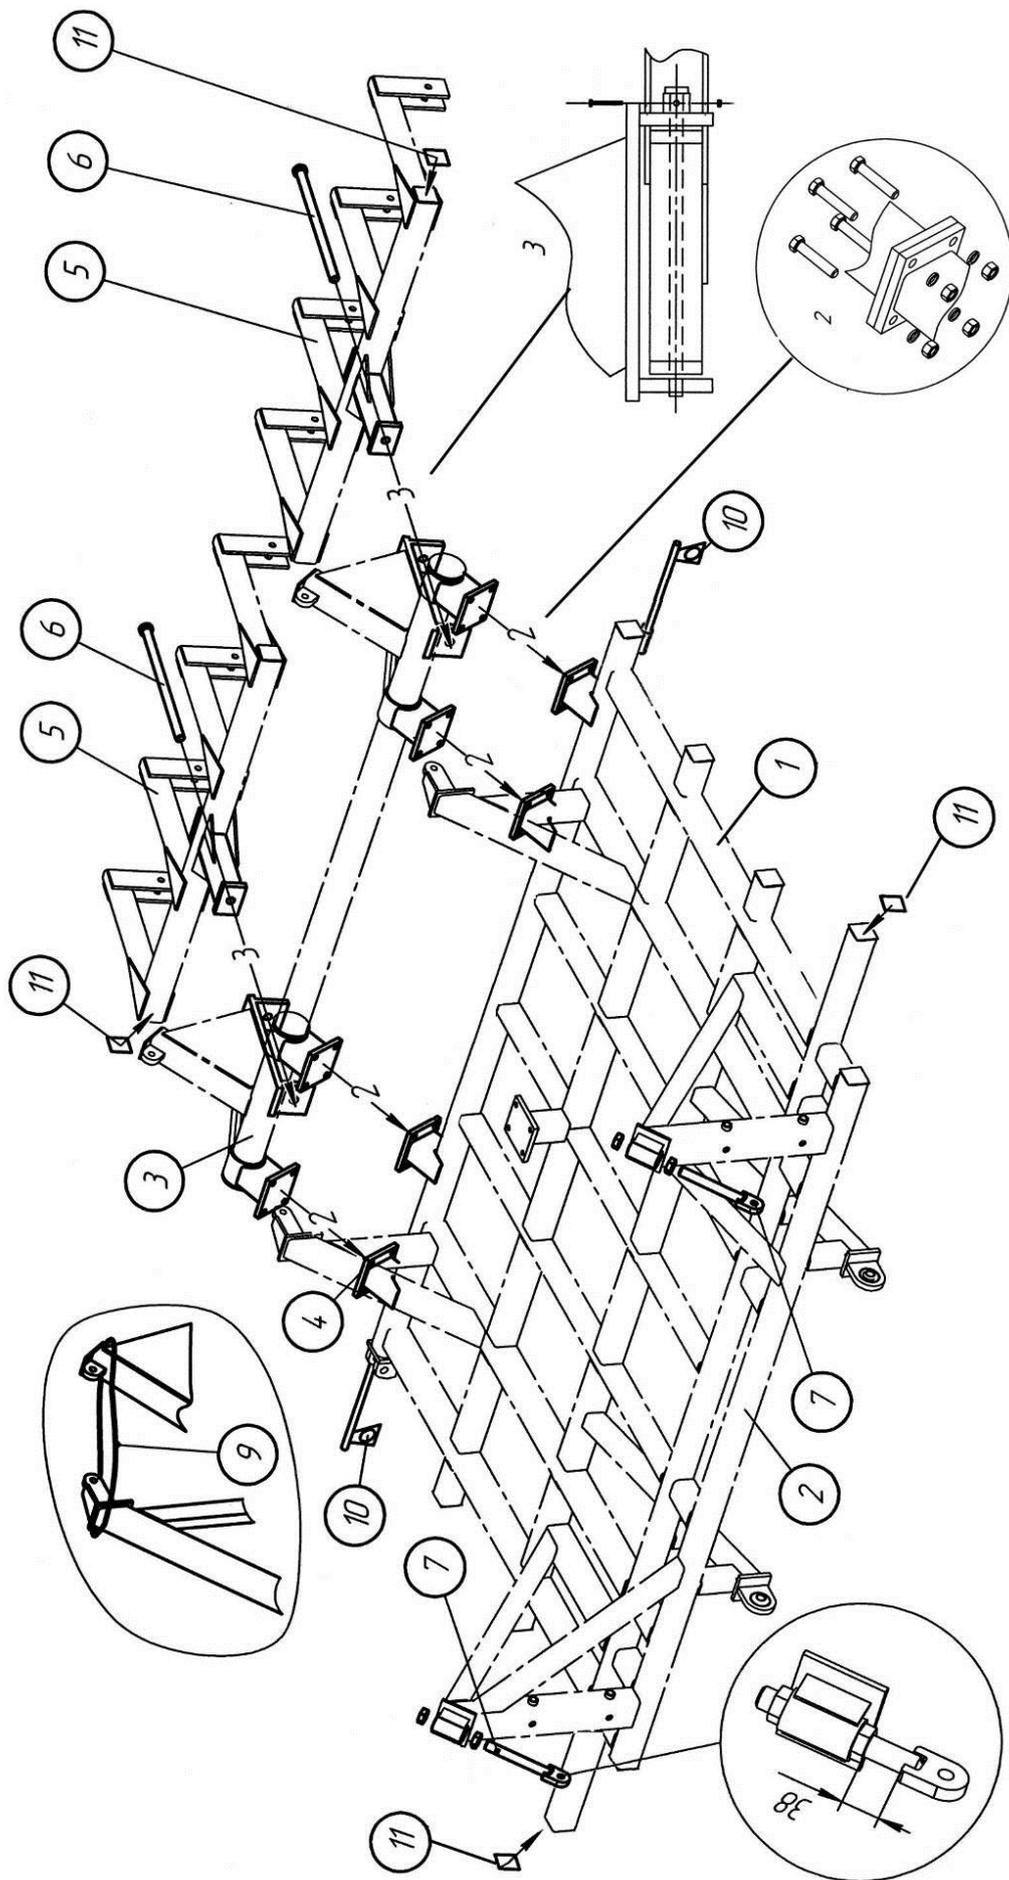

Рис. 4.1.2. Сборка рамы, поворотного вала и подвески прикатывающих колес ПК-4,8Б
4.1.1. Установите раму 1 на опоры высотой примерно 750 мм (см. рис. 4.1.2). Установите кронштейны со световозвращателями 10, задвиньте до упора и зафиксируйте стопорным болтом.
4.1.2. Совместив установочные пластины 4, закрепите поворотный вал 3 на раме болтами М20х65 пружинными шайбами и гайками М20 в соответствии с рис. 4.1.2.